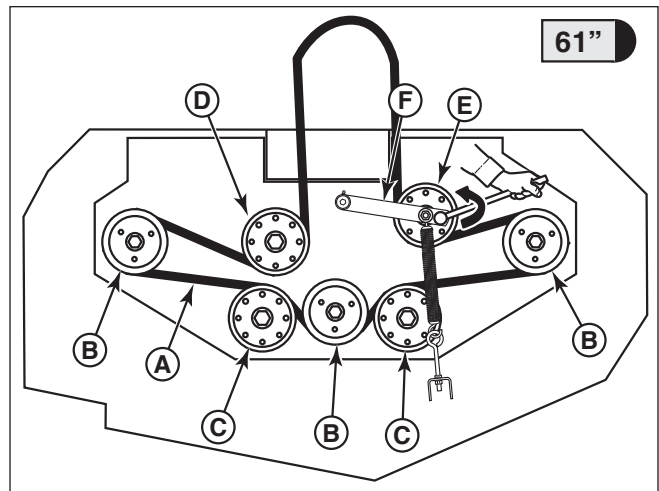

Figura 47. Direccionamiento de la banda del PTO de la podadora - Modelos de 61" (S/N: 2016953545 & Abajo)
3. Utilice una barra distribuidora de 1/2", coloque el extremo cuadrado en el orificio, también cuadrado, que se encuentra al final del brazo tensor (F, Figura 47). Gire cuidadosamente la barra **en sentido antihorario**; esto liberará la tensión en la banda, ejercida desde el brazo tensor.